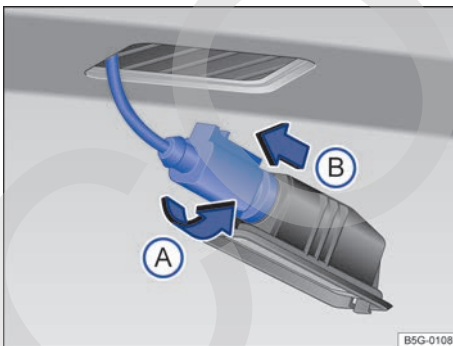

Fig. 134 Luz de la placa de licencia: desinstalar el portalámparas.
3. Girar el portalámparas en **sentido anti-horario** → fig. 134 (A), y retirar el soporte junto con la bombilla (B).
7. Colocar el soporte de la lámpara en la luz de la placa de licencia y presionar en sentido contrario al de la flecha (A) hasta el tope.